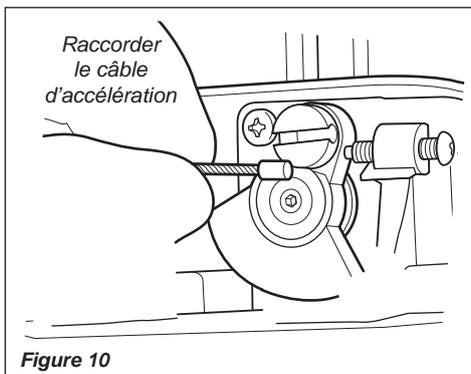

Figure 10
3. Raccorder le plot du câble d'accélération à la gâchette d'accélération, au-dessus du carburateur. Voir la figure 10.